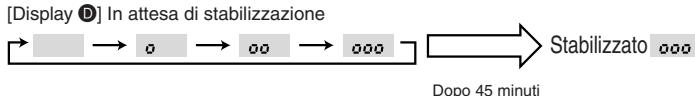

Fig. 8-3
③ Premere il tasto **FILTER** (tasto \leftarrow) per confermare l'impostazione. (Fig. 8-3)